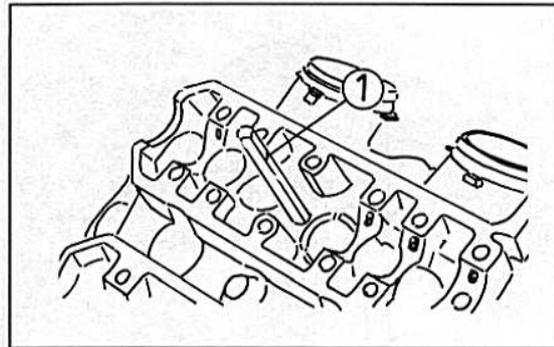

Bild 127
- Die Nockenwellen aus den Lagerstellen heben und aus der Kette aushängen (Bild 127).